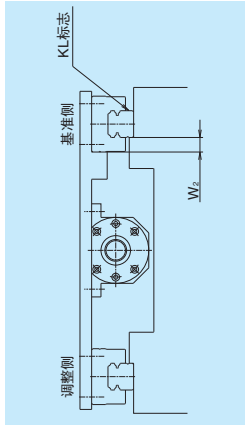

图 10.2 常用基准的选取方法
- 将基准侧直线导轨的导轨压在工作台导轨以及滑块安装面上安装时，需要将被安装的几个滑块基准面和导轨基准面之间的尺寸（安装宽度尺寸）W2 或 W3 的相互之间的差距缩小，并将此规定为精度标准（图 10.2、10.3）